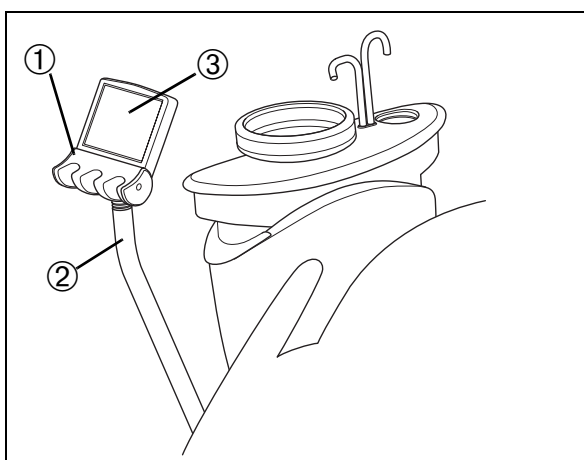

Abb. 11
Die Instrumentenablage ① (Abb. 11) ist um den Schwenkarm ② drehbar und beinhaltet die Köcher für die verschiedenen Saugschläuche, die Mehrwegspritze und die Zusatzeinrichtungen.
Mit dem Schwenkarm ② (Abb. 11) bringen Sie die Instrumentenablage in die für die jeweilige Behandlungsposition optimale Stellung.